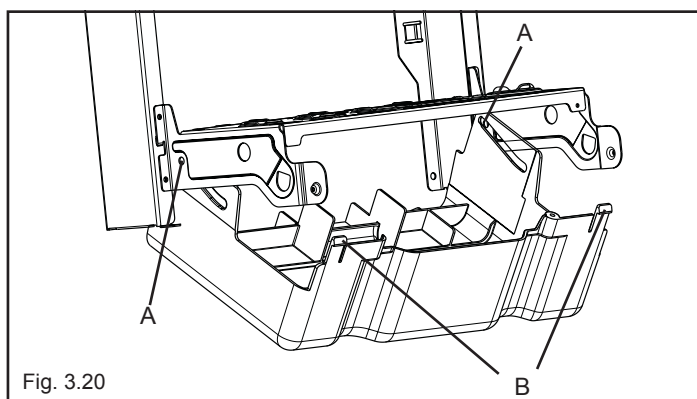

Fig. 3.20
- posizionare la copertura raccordi in modo che le feritoie laterali si trovino in corrispondenza dei fori (A) presenti sulla mensola (fig. 3.20)